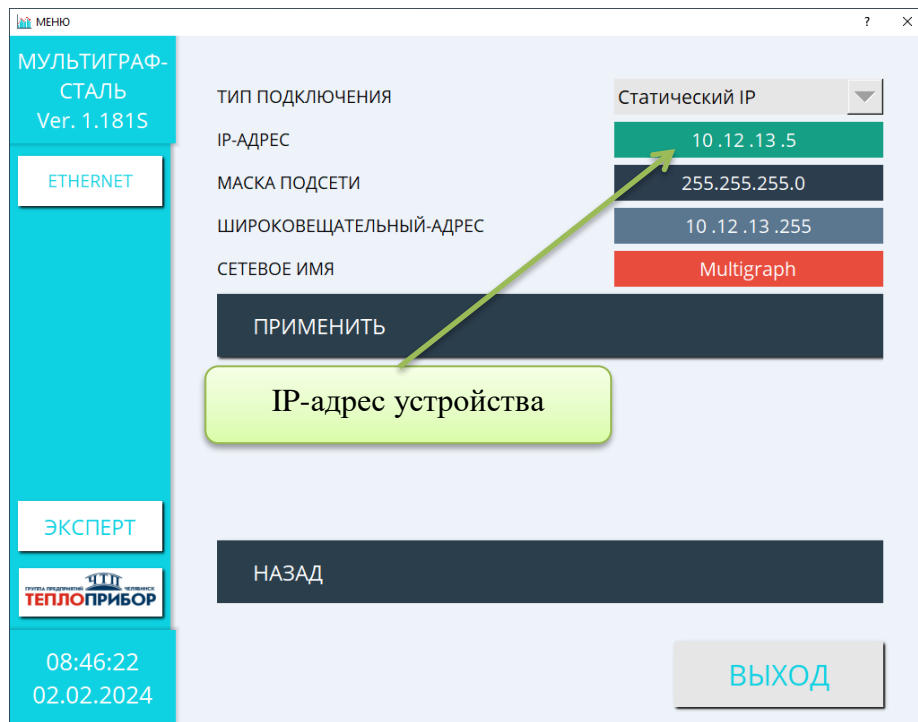

Рисунок 2 - Контроль и установка IP-адреса сети
- 5) Убедитесь, что Мультиграф-Сталь получил конфигурацию вашей локальной сети, или введите конфигурацию вручную (рисунок 2).